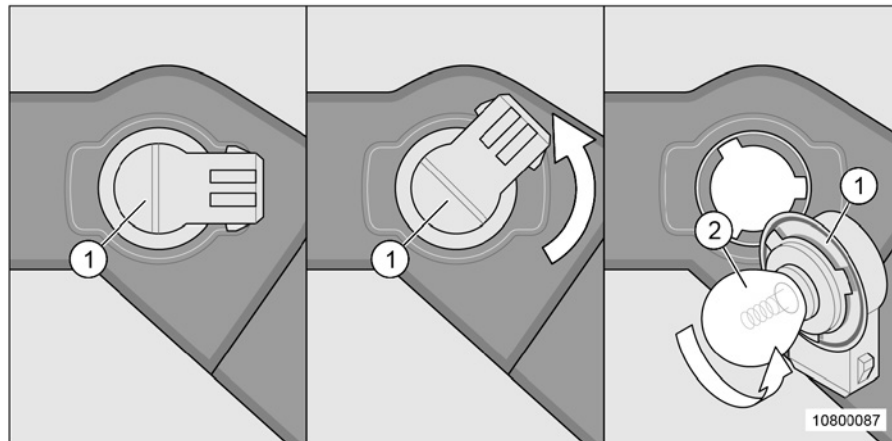

Fig. 211 Remplacement de l'ampoule du clignotant
Si, en remplaçant l'ampoule au niveau de l'éclairage avant (Fig. 211), on travaille avec un outil non approprié ou si le câble est trop sollicité, il y a risque de détérioration.
1. Tourner le culot (Fig. 211/1) dans le sens anti-horaire jusqu'en butée.
2. Retirer prudemment le culot (Fig. 211/1) en veillant à le tenir bien droit.
3. Pousser l'ampoule défectueuse (Fig. 211/2) dans le culot, la tourner dans le sens anti-horaire (fermeture à baïonnette) et la retirer.
4. Insérer la nouvelle ampoule (Fig. 211/2) dans le culot, l'enfoncer et la tourner dans le sens horaire.